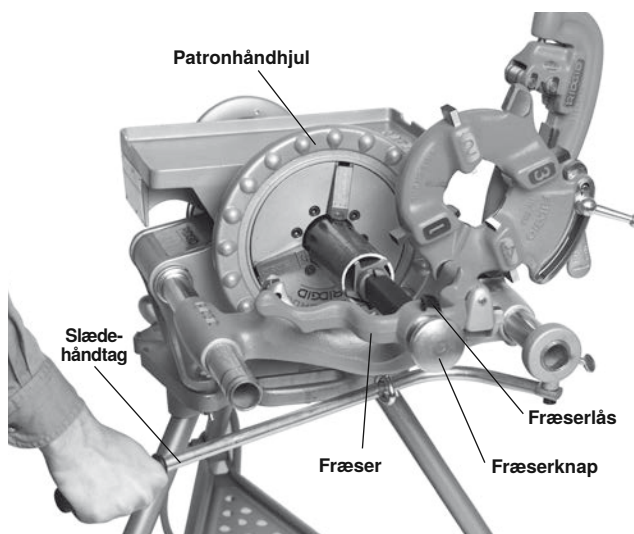

Figur 21 – Skæring med rørskærer nr. 360
4. Tag fat i rørskæreren indføringshåndtag med begge hænder (Figur 21).